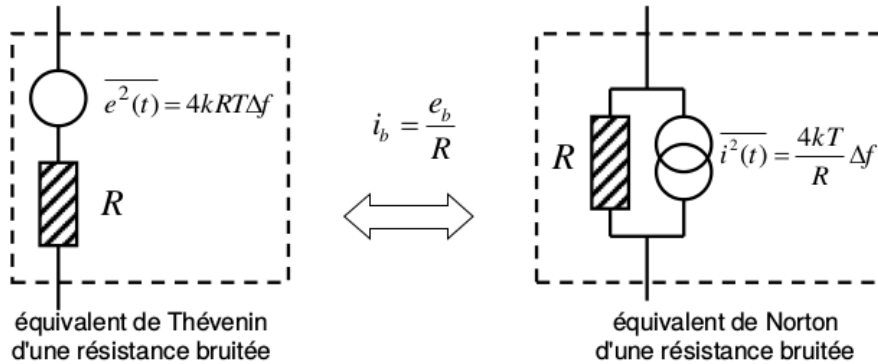

FIGURE 3.4 – Bruit thermique dans une résistance
**Dans un résistance :** la Figure 3.4 représente l'équivalent de Thévenin et de Norton pour le bruit thermique.